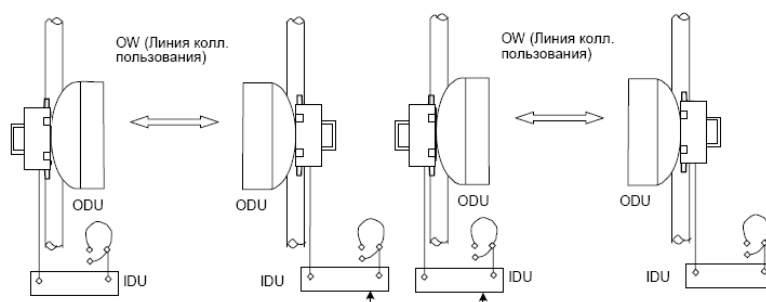

Рис. 3. Подсоединение инженерного заказного канала (канал EOW можно использовать при нескольких тандемных участках (hops))
- инженерный заказной канал .OW): (см. рис.3), линия связи IDU - IDU и линия связи коллективного пользования